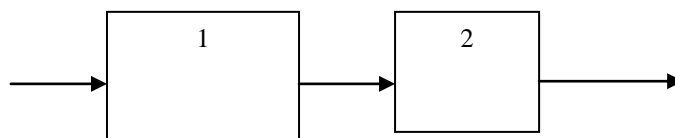

Рисунок 1 – Последовательность движения потока в сооружениях механической очистки сточных вод:
- иллюстрации (рисунки, схемы, графики, фотографии и т.д.) нумеруются в пределах каждого раздела арабскими цифрами без точки после номера и размещаются после ссылки на них в тексте. Каждый рисунок должен иметь название, которое указывается после номера через тире. Точка в конце не ставится. Может так же указываться номер раздела, к которому рисунок относится (например, «Рисунок 1 – Биогеоэкологическая сукцессия» или «Рисунок 1.1 – Принципиальная схема существующей системы обработки сточных вод на предприятии»). Рисунок и его название на листе размещаются по центру.